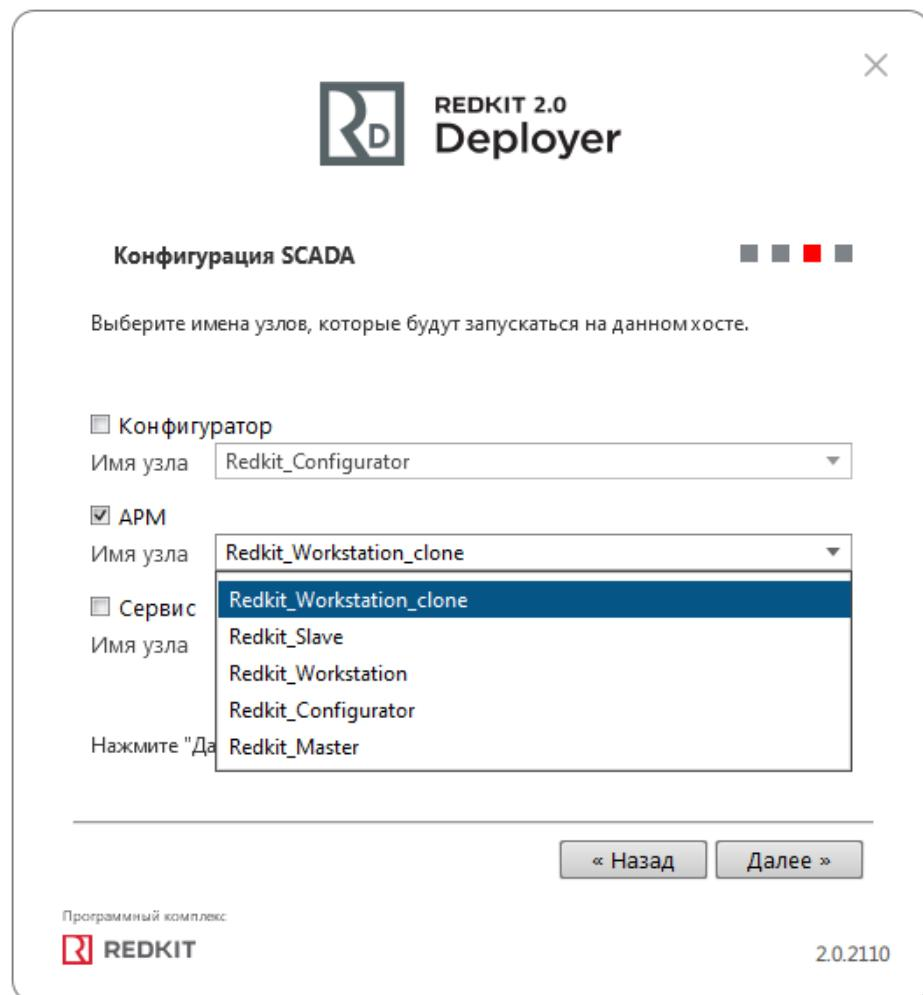

Рисунок 61 - Узлы
7. Отметьте только узел **АРМ** и в выпадающем списке выберите наименование узла для данного АРМ (Рисунок 61). Нажмите **Далее**.